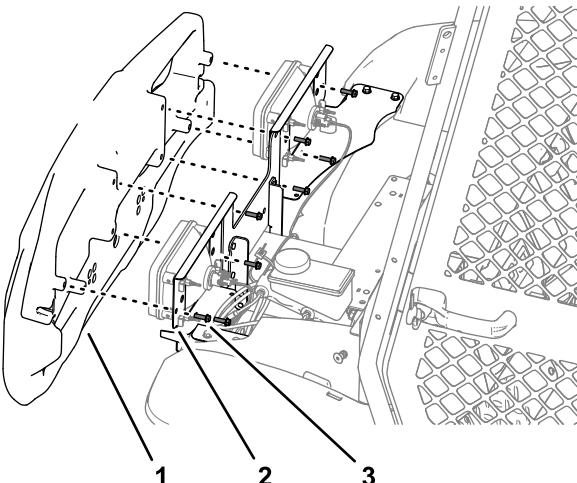

Figura 42
1. Enquanto segura no para-choques, retire os 8 parafusos de cabeça flangeada que fixam o para-choques nas montagens do para-choques e nos suportes do farol (Figura 42)